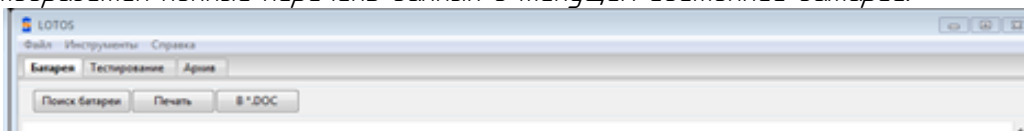

Рисунок 2
2. В окне программы перейти на вкладку «Батарея» (рис. 2) и нажать кнопку «Поиск батареи». При этом в информационном поле программы (на рис. 2 условно не показано ниже) отобразится полный перечень данных о текущем состоянии батареи.